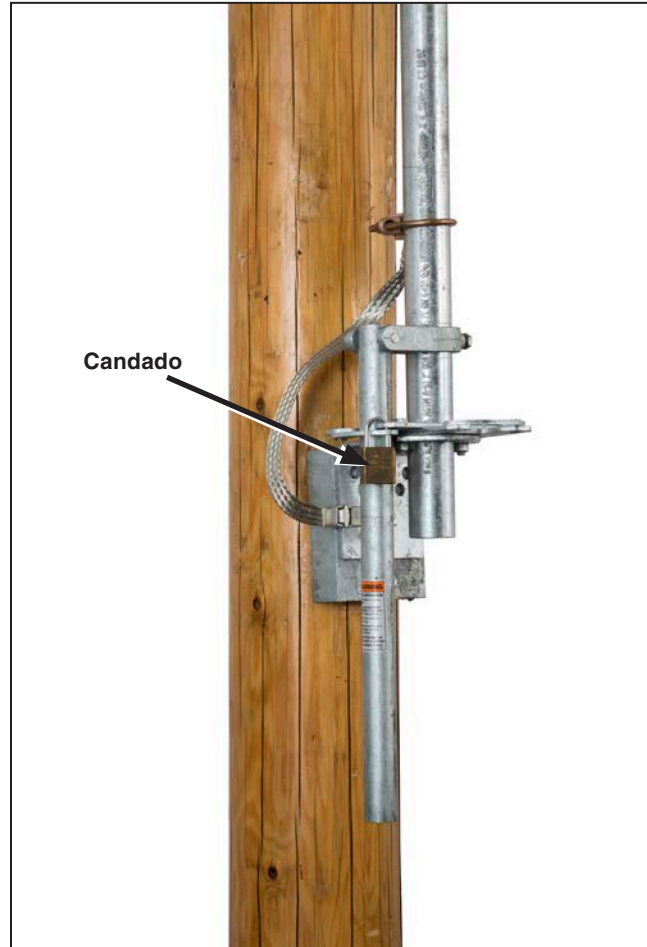

Figura 43. Remueva el(los) candado(s).
- (a) Remueva el(los) candado(s) de los pestillos del ensamble de la palanca de operación. Vea la Figura 43.